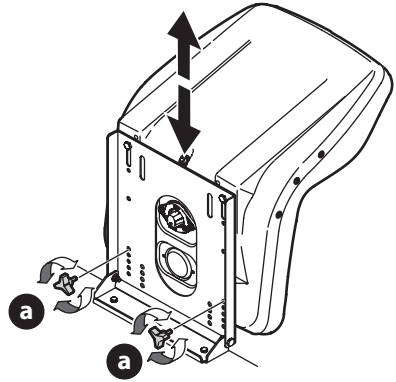

Figura 12
3. Vuelva a colocar las perillas en uno de los cuatro ajustes de los orificios y ajústelas bien (Figura 12).